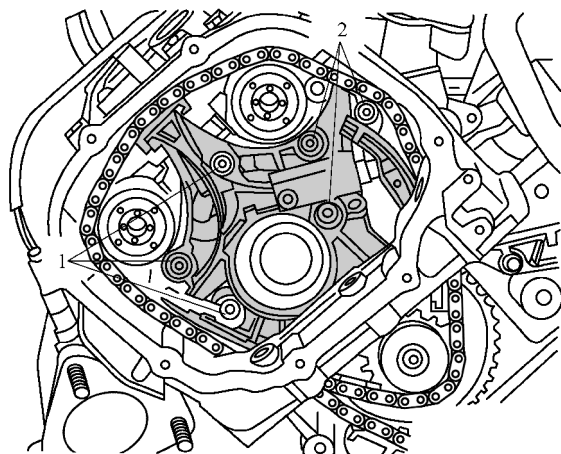

图 1-3-20 旋出螺栓并取下链条张紧器
9) 如图 1-3-20 所示，旋出螺栓 1 和 2 并取下链条张紧器。